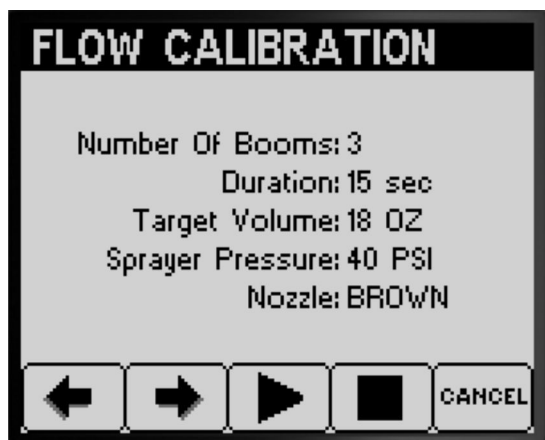

Figura 50
4. Nella schermata di riproduzione del test di raccolta confermate il numero di barre, il colore degli ugelli e premete il pulsante 3 per iniziare il test di raccolta (Figura 50).